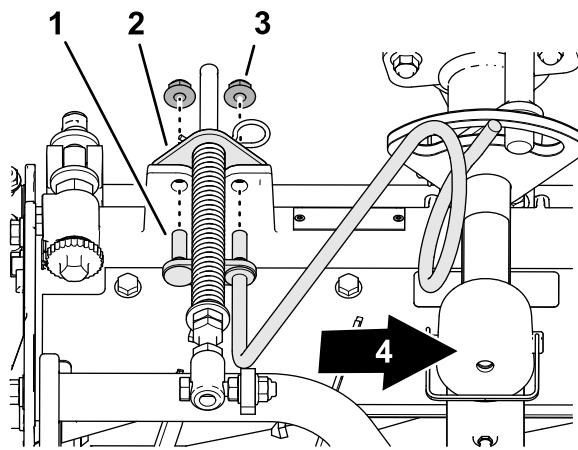

Figure 14
3. Placez les goujons du guide-flexible droit en face des trous du cadre de l'unité de coupe et du support du compensateur (Figure 14).